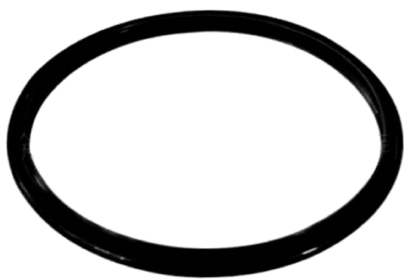

图 2-6 废旧高压锅硅橡胶圈
9) 废旧高压锅硅橡胶圈（见图 2-6）：数根。将其切断后，可用来隔离管路之间的接触处，以减少噪声。